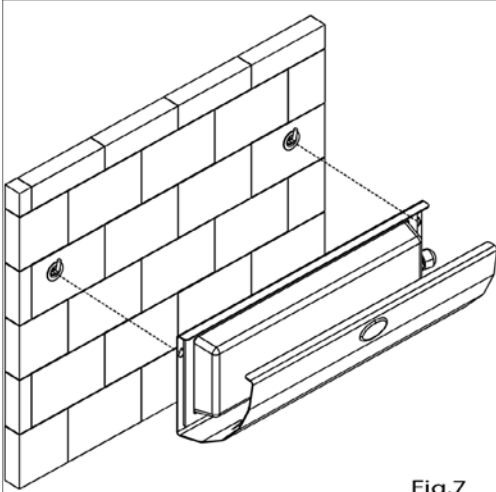

Fig.7
- Montier das art.701 wie in Abb. 7